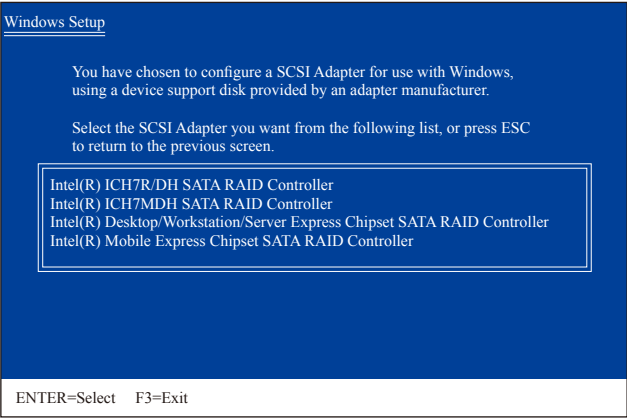

图3
放入存有SATA RAID/AHCI驱动程序的磁盘并按下<Enter>键。当如图3的画面出现时，请选择「Intel(R) Desktop/Workstation/Server Express Chipset SATA RAID Controller」再按<Enter>键，系统会从磁盘中下载RAID驱动程序。若设为AHCI模式，请使用键盘的上键移到「Intel(R) 7 series/ C216 Chipset family SATA AHCI controller」项目再按<Enter>。